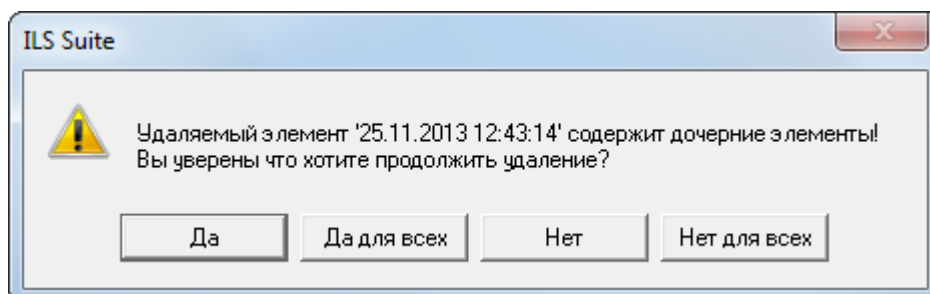

Рис. 13-209 – Информационное окно
5) Если выбранный элемент не содержит дочерних элементов, то он будет удален из базы данных. В противном случае появится диалоговое окно, пример которого приведен на рис. 13-209.